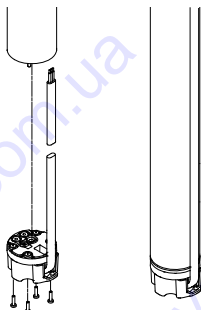

Fig. 8
4. Pres kabelstikket på motorstikket. Kabelstikket kan ikke monteres forkert. Se fig. 8.
5. Monter og spænd de fire skruer (1 - 1,5 Nm). Se fig. 8.